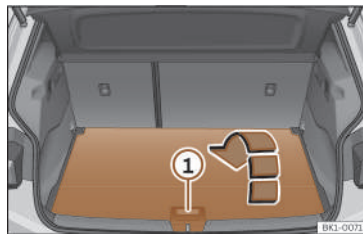

Fig. 164 Nel bagagliaio: aprire il secondo piano del bagagliaio.
- Per **aprirlo**, afferrare l'impugnatura >>> **fig. 164** ⓘ e ripiegare la parte posteriore del piano del bagagliaio in avanti, nel senso della freccia.